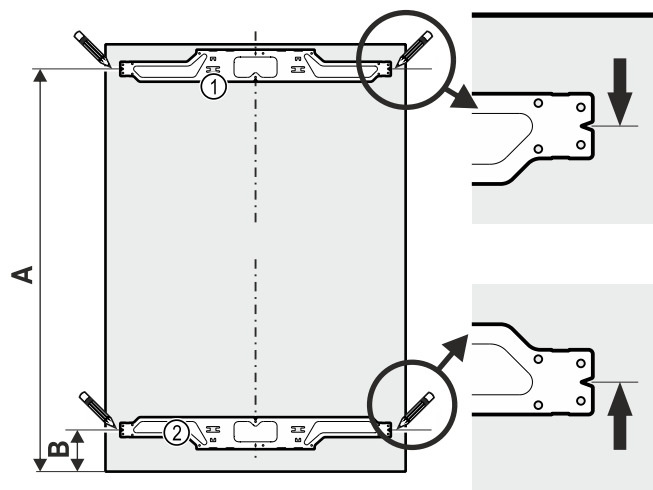

Fig. 32
- Označte čáru ve vzdálenosti Fig. 32 (A).
- Označte čáru ve vzdálenosti Fig. 32 (B) od spodní strany čela nábytku.
- Horní upevňovací úhelník Fig. 32 (1) vyrovnejte podle vzdálenosti Fig. 32 (A) a připevněte jej nejméně šesti šrouby 4x14.
- Spodní upevňovací úhelník Fig. 32 (2) vyrovnejte podle vzdálenosti Fig. 32 (B) a připevněte jej nejméně šesti šrouby 4x14.